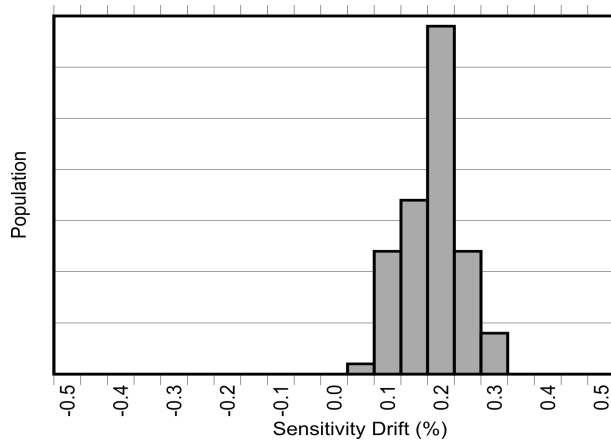
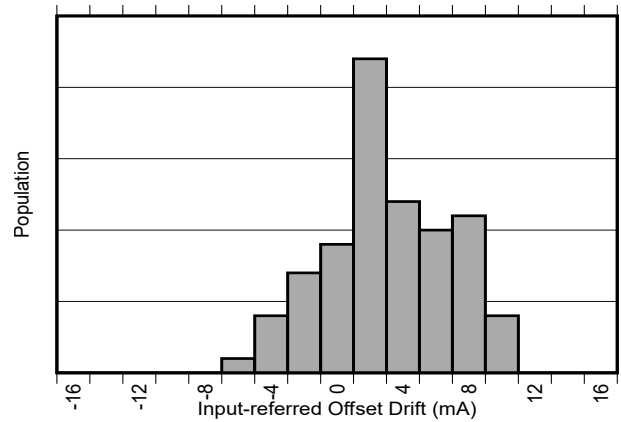

图 8-2. AEC-Q100 高温工作寿命应力测试后的灵敏度误差漂移
图 8-3. AEC-Q100 高温工作寿命应力测试后的以输入为基准的失调漂移
除了较大的热漂移之外，典型的磁性电流传感器由于在器件的寿命内老化，其灵敏度还会出现 2% 到 3% 的额外漂移。TMCS1126 中用于降低温度漂移的相同专有补偿技术也用于大大降低由于应力和环境条件（尤其是在较高的运行温度下）引起的老化而导致的寿命漂移。如 电气特性 所示，TMCS1126 具有行业出色的寿命灵敏度漂移，这是在标准第三批 AEC-Q100 认证期间，在 130°C 和 85% 相对湿度 (RH) 下进行高加速应力测试 (HAST) 后实现的。在按照 AEC-Q100 认证规定进行 1000 小时、125°C 高温工作寿命应力测试后，还观察到 电气特性 中规定的界限内的低灵敏度和温漂。这些测试模拟了典型的器件寿命操作，表明与典型的磁性电流传感器相比，老化导致的器件性能变化得到了极大改善。图 8-2 和图 8-3 展示了在进行 AEC-Q100 规定的 1000 小时、125°C 高温工